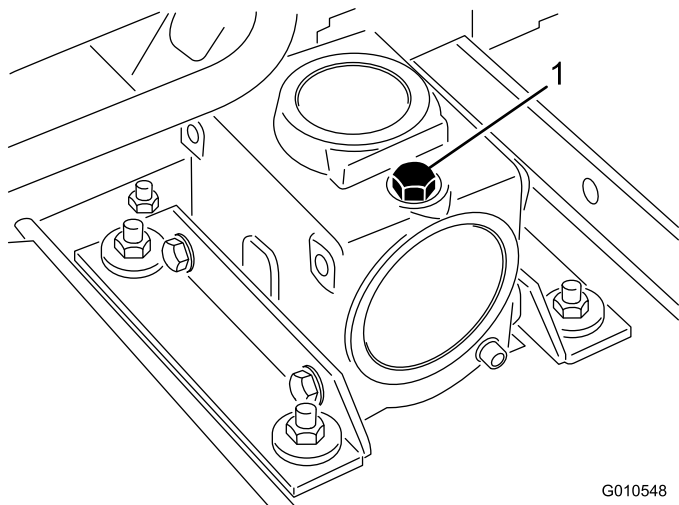

図 6
2. ギアボックスの上部についているディップスティック兼給油プラグ(図6)を取り、オイルの量が、ディップスティックについている2本のマークの間にあることを確認する。油量が少なければ2本のマークの中間まで補給する。